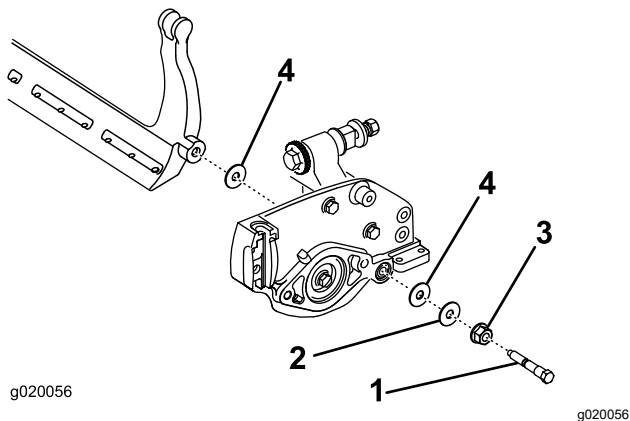

図 19
ベッドバーの両端にそれぞれナイロンワッシャ2枚とスチールワッシャが1枚ずつあるので注意する 図 19。
3. サイドプレートのボスの両側にナイロンワッシャーを入れる。その外側からスチール製ワッシャーを取り付ける 図 19。